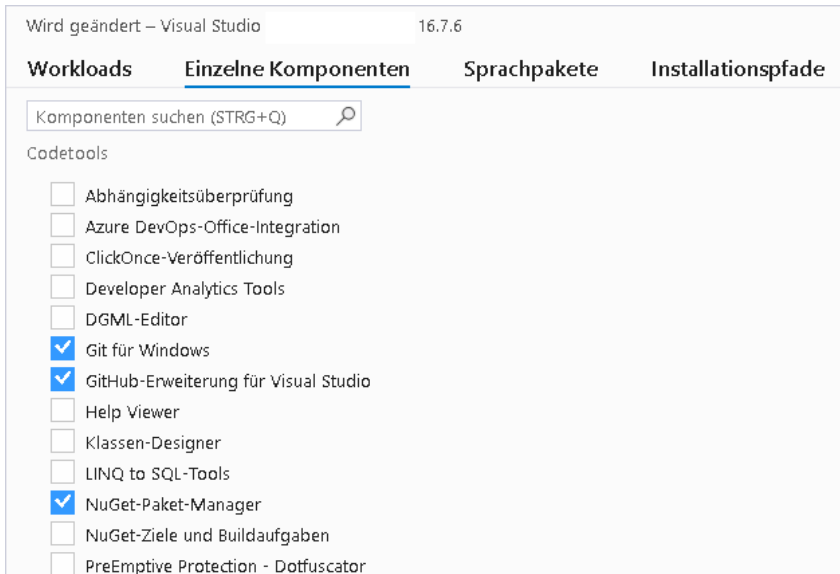

Abb. 4.1 Installation der benötigten Komponenten
- ▶ Aktivieren Sie im Abschnitt **Codetools** die Komponenten **Git für Windows** und **GitHub-Erweiterung für Visual Studio**, siehe *Abb. 4.1*.
- ▶ Falls nicht bereits installiert, aktivieren Sie auch den **NuGet-Paket-Manager** (*Abb. 4.1*).